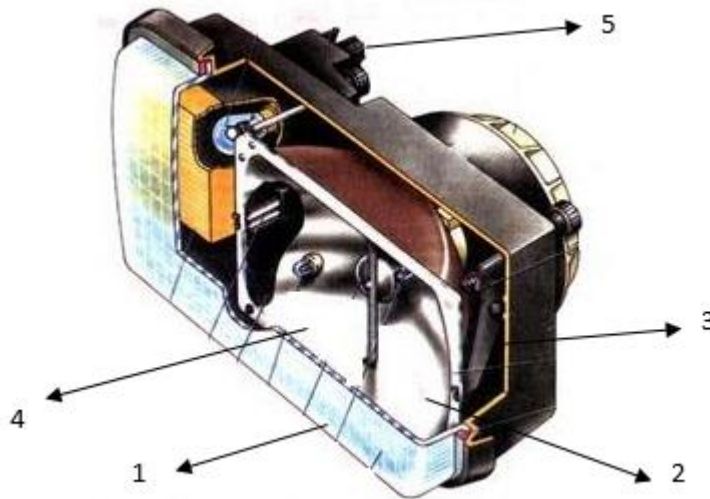

Рисунок 3.9 – Фара
Фара (рис. 3.9) состоит из рассеивателя (1), оптического элемента (2), держателя (3), лампы (4), соединительного штекера (5) и т.д.